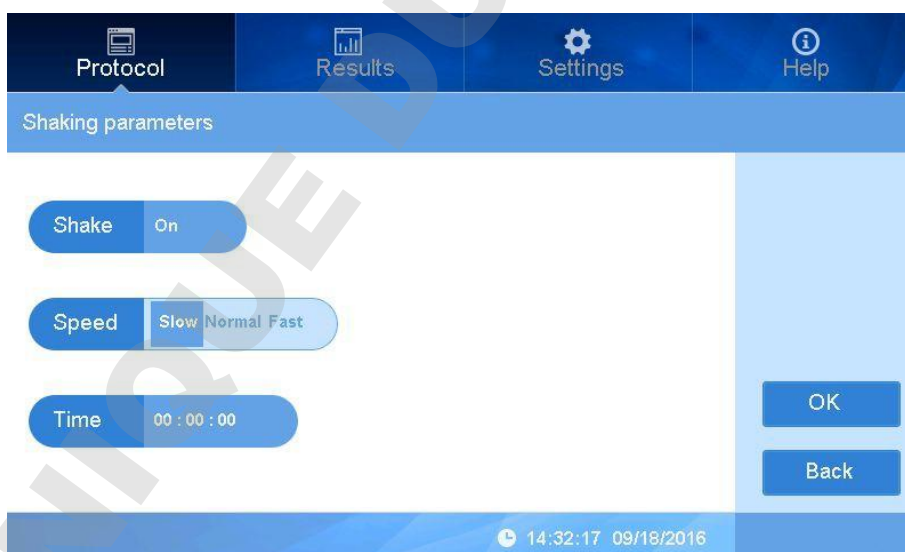

fig 24
- Cliquez à droite de "Speed" pour sélectionner la vitesse : Slow (doucement), Normal, Fast (rapide) (Fig 24).